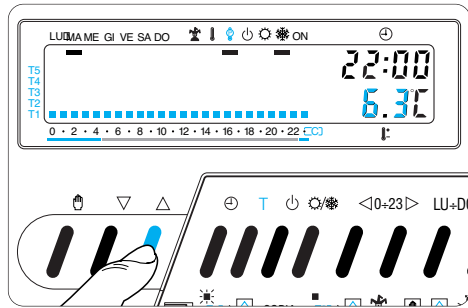

Fig. 32
8.3 - Impostare il livello di temperatura desiderato per T1 agendo sul pulsante ∇ o \triangle (fig. 32).